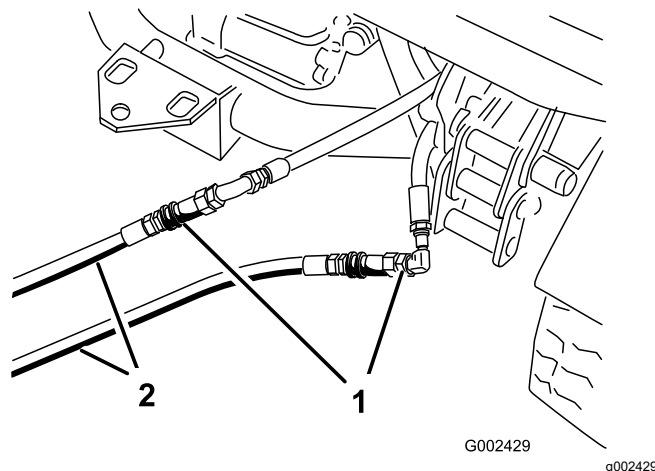

Figure 72
3. Sur la machine en panne, raccordez les 2 flexibles de dépannage aux flexibles débranchés (Figure 72).